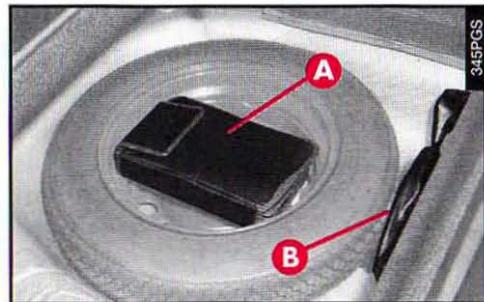

fig. 2
– Prélever la boîte à outils (**A-fig. 2**) et le sac avec le cric (**B**) et les porter près de la roue à remplacer.
— Prélever la boîte à outils (**A-fig. 2**),
— remettre dans son étui le cric en le fixant correctement dans le coffre (B-fig. 2) de façon à éviter les vibrations pendant la marche.
— replacer les outils utilisés dans l'étui et ce dernier dans la roue compact (A-fig. 2).